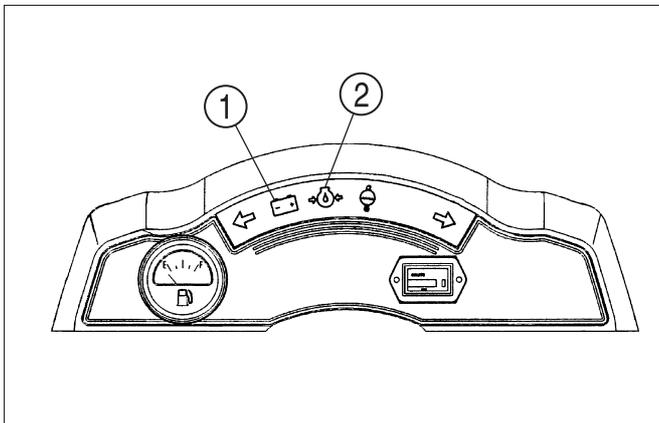

FIG. 31
FIG. 31 : Le voyant indicateur de charge de la batterie ①, et le voyant de pression d'huile moteur ②, du banc de voyants indicateurs devraient s'éteindre au démarrage du moteur. Si l'un ou l'autre voyant reste allumé, **ARRETEZ LE MOTEUR IMMEDIATEMENT** et recherchez la source du problème.